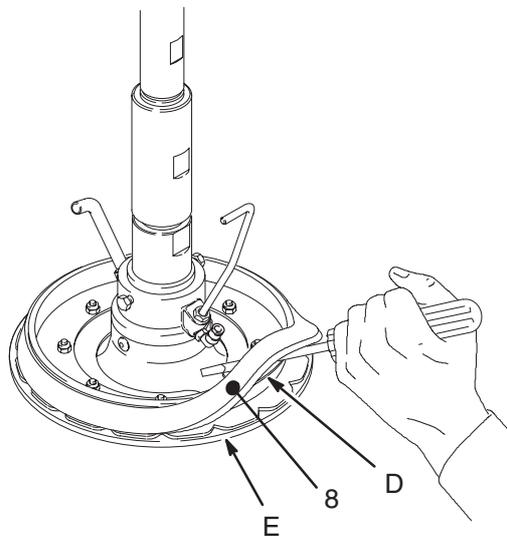
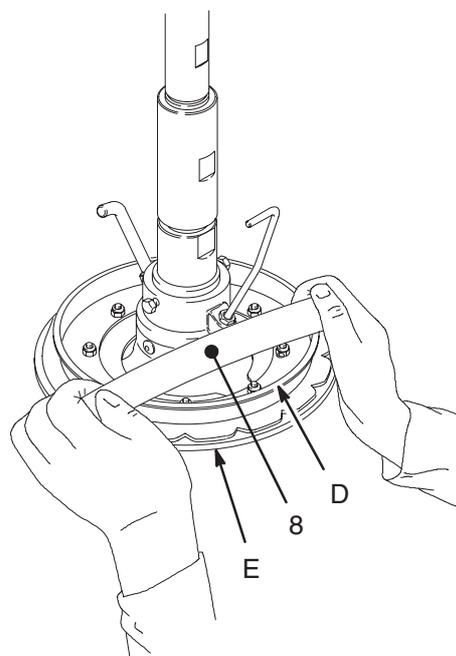

Fig. 14
Fig. 15
- a. **Para utilizar el plato seguidor con latas de paredes rectas, es necesario invertir** el espaciador grande (8). *Trabajando desde la parte inferior*, utilice un destornillador para aflojar el espaciador. Mueva éste hacia arriba hasta que sobrepase completamente la brida (D) del plato seguidor. Vea la Fig. 14. A continuación, con la mano, incline el espaciador y sáquelo del plato, tirando de él hacia abajo hasta pasarlo sobre la brida y los seguidores inferiores (E). Vea la Fig. 15. Dé la vuelta al espaciador de forma que el diámetro grande quede dirigido **hacia arriba**. Mueva a mano el espaciador hacia arriba, pasándolo sobre el plato espaciador, de forma que sobrepase completamente la brida (D) del plato seguidor. *Trabajando desde la parte superior*, utilice un destornillador para colocar el espaciador entre la brida (D) y los seguidores (E). Vea la Fig. 16.
- b. **Para utilizar el plato seguidor con latas de paredes no rectas**, es necesario desmontar el espaciador grande (8). *Trabajando desde la parte inferior*, utilice un destornillador para aflojar el espaciador. Mueva éste hacia arriba hasta que sobrepase completamente la brida (D) del plato seguidor. Vea la Fig. 14. A continuación, con la mano, incline el espaciador y sáquelo del plato, tirando de él hacia abajo hasta pasarlo sobre la brida y los seguidores inferiores (E). Vea la Fig. 15. Guarde el espaciador, pues será necesario en otras aplicaciones.
1 Para utilizar el plato modelo 222909 con una lata de paredes no rectas, es necesario retirar el espaciador (8). Vea la página 12, y las Figs. 14–16.